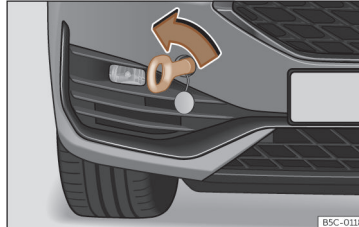

Fig. 48 Partea dreaptă a barei de protecție față: inel de tractare pe poziție.
- Înșurubați inelul de tractare în carcasă, prin rotire completă **în sens antiorar**»» **fig. 48** »»  Utilizați un obiect adecvat, care să per-